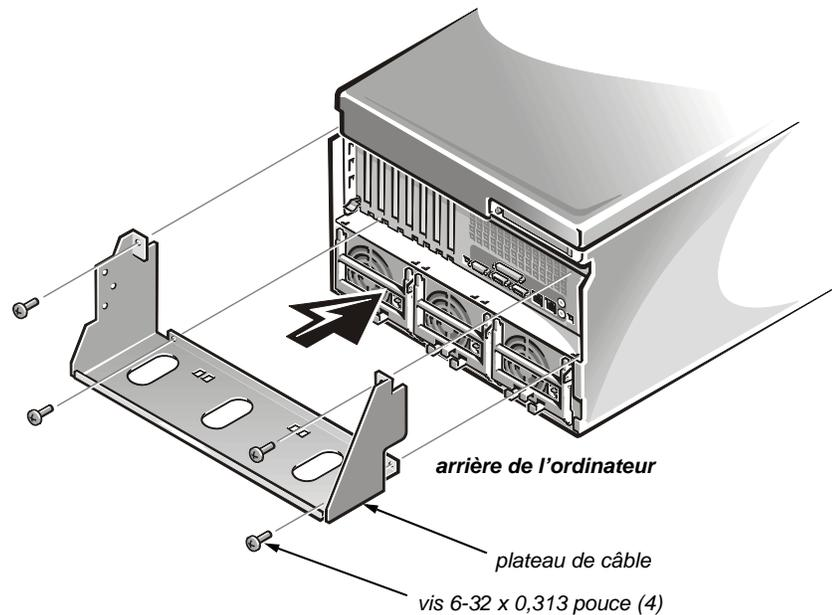

Figure 8. Installation du plateau de câble
1. Installez le plateau de câble à l'arrière du système PowerEdge 6300 (voir la figure 8).